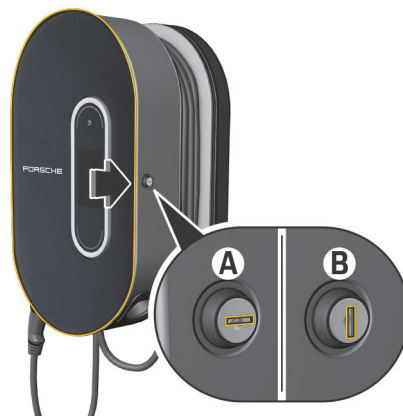

Fig. 128 Estação de carga
- ▶ Rode a fechadura para a posição **A** (Fig. 128).
- ▶ Rode a fechadura para a posição **B** (Fig. 128).